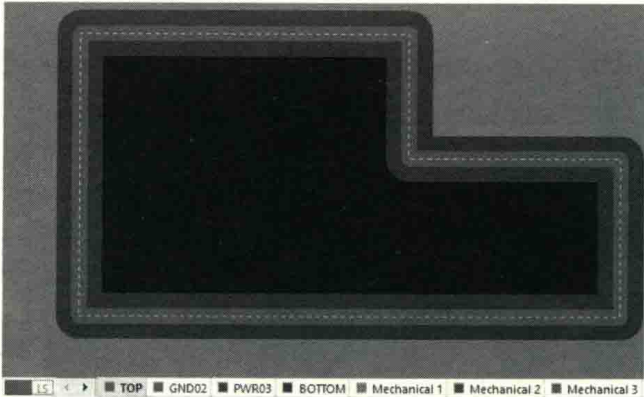

图 7-39 4 层板的叠层效果
- (2) 单击“Add Layer”按钮，可以进行添加层操作，可添加正片或负片。
- (3) 单击“Move Up”和“Move Down”按钮，可以对添加的层顺序进行调整。
- (4) 双击相应的 Layer Name，可以更改名称，一般可以改为 TOP、GND02、SIN03、SIN04、PWR05、BOTTOM 这样，即采用“字母+层序号”，这样方便读取识别。
- (5) 根据叠层结构设置板层厚度。
- (6) 为了满足设计的 20H，可以设置负片层的内缩量。
- (7) 单击“OK”按钮，完成叠层设置。一个 4 层板的叠层效果如图 7-39 所示。